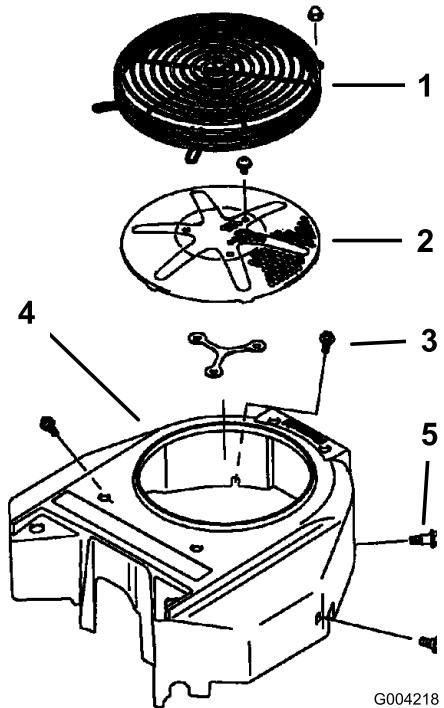

Figura 65
Prima dell'uso, eliminate erba, morgia ed altri detriti accumulatisi sulla griglia del motore. In questo modo garantirete un'adeguata ventilazione e una corretta velocità del motore e ridurrete la possibilità di surriscaldamento e danni meccanici al motore (Figura 65).
3. Rimovete la griglia della presa d'aria, l'avviatore autoavvolgente e la sede della ventola (Figura 65).
5. Installate la griglia della presa d'aria, l'avviatore autoavvolgente e la sede della ventola (Figura 65).